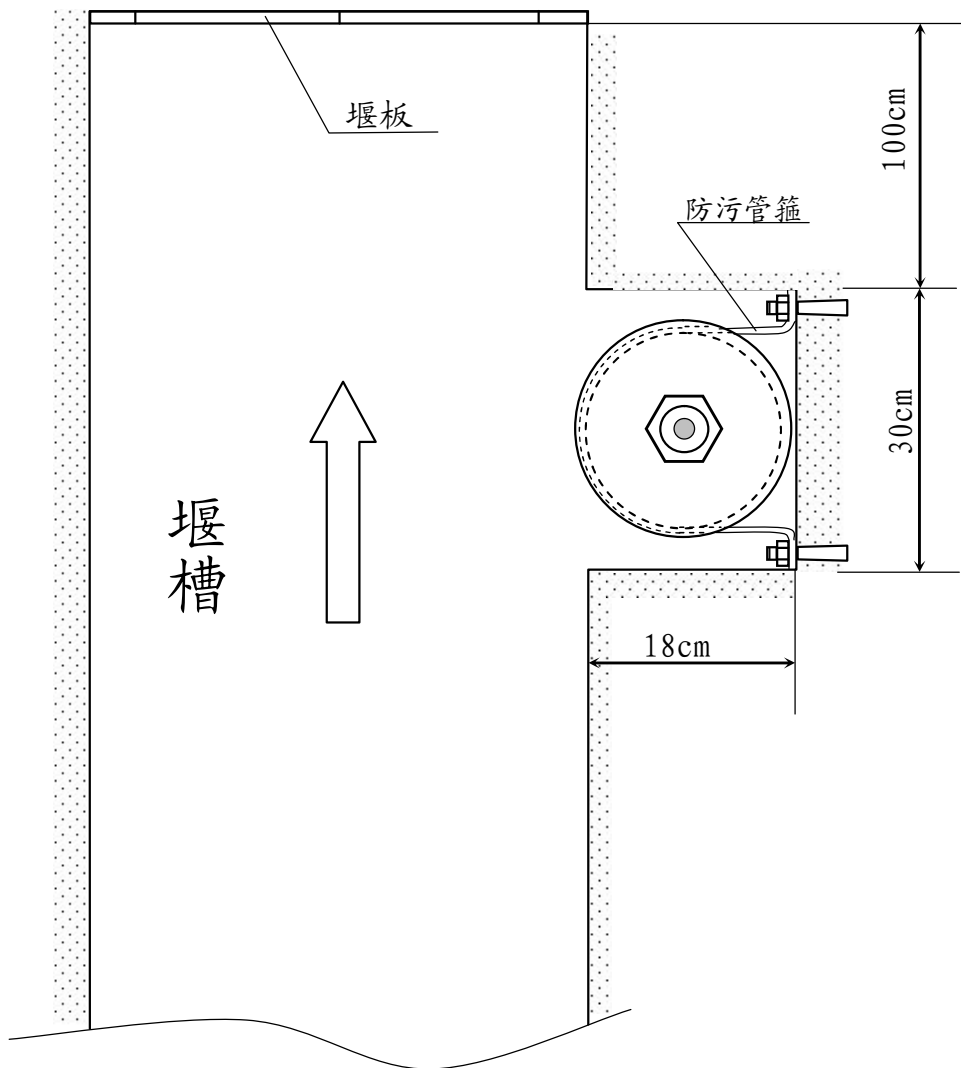

图 A-3 BSIL-W10 堰流（水位）计安装平面图（槽式安装，立面图略）
2. 堰流量计最大直径 $\phi 13\text{cm}$ ，故安装孔直径应 $\geq \phi 15\text{cm}$ 。安装孔底部由 $\phi 5\text{cm}$ 孔与堰槽相通，见图 2。如果钻孔不便，也可以用 $\geq \phi 15\text{cm}$ 的 PVC 管浇筑混凝土成型，或采用槽式安装（槽式安装便于清洗，但影响水流平稳，见图 A-3）；